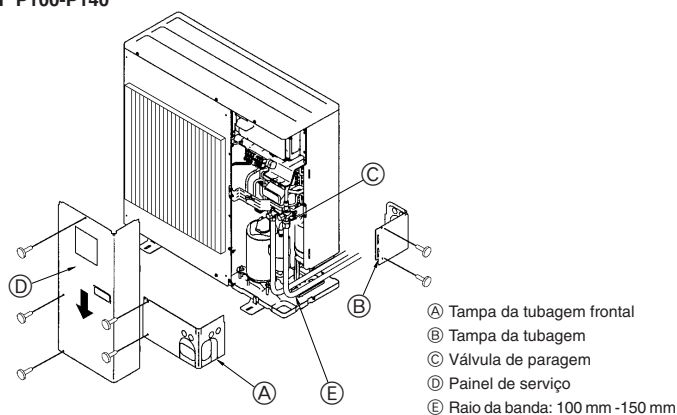

Fig. 4-3
4.3. Tubagem de refrigerante (Fig. 4-3)